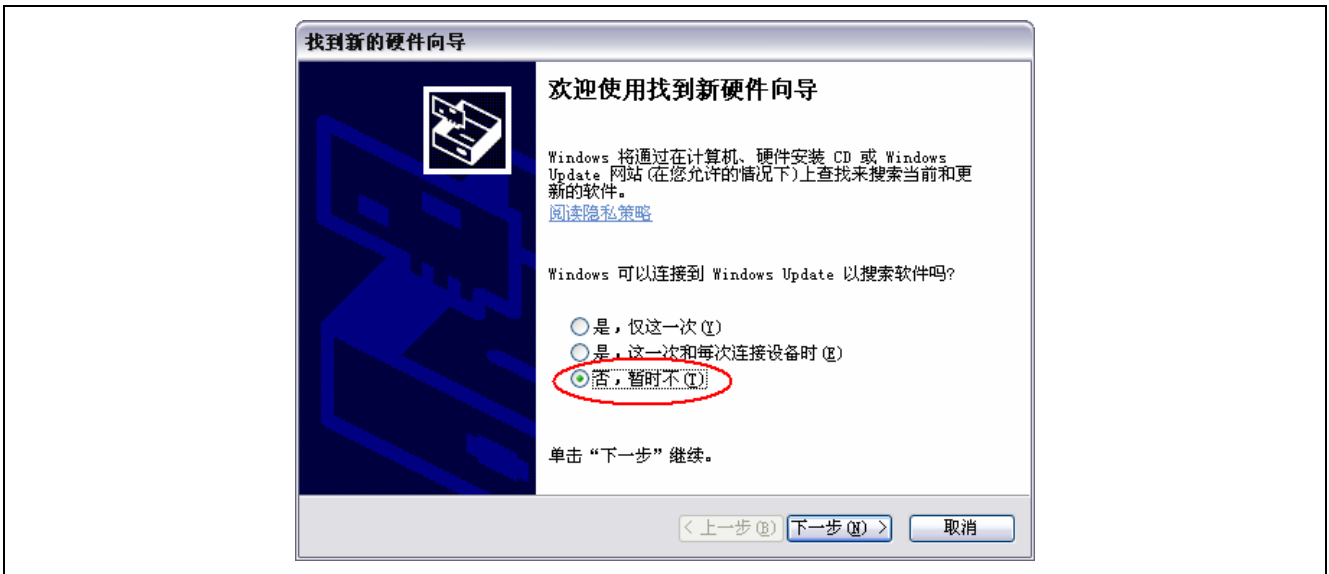

图 3.4 Windows 安装向导
(2) 随后系统自动启动安装向导。如图 3.4 所示，选择“否、暂时不 (T)”，并单击“下一步”。